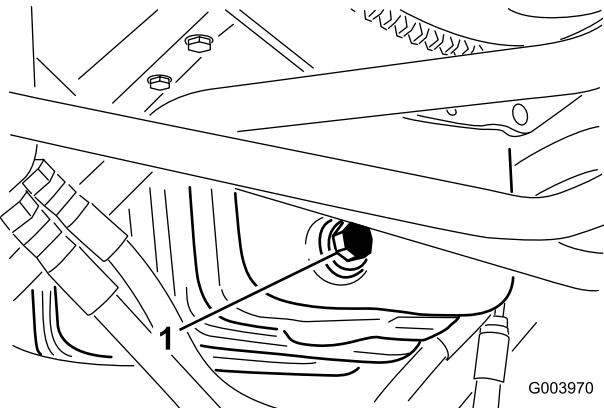

Figura 54
1. Togliete il tappo di spurgo (Figura 54) e lasciate defluire l'olio in una bacinella.